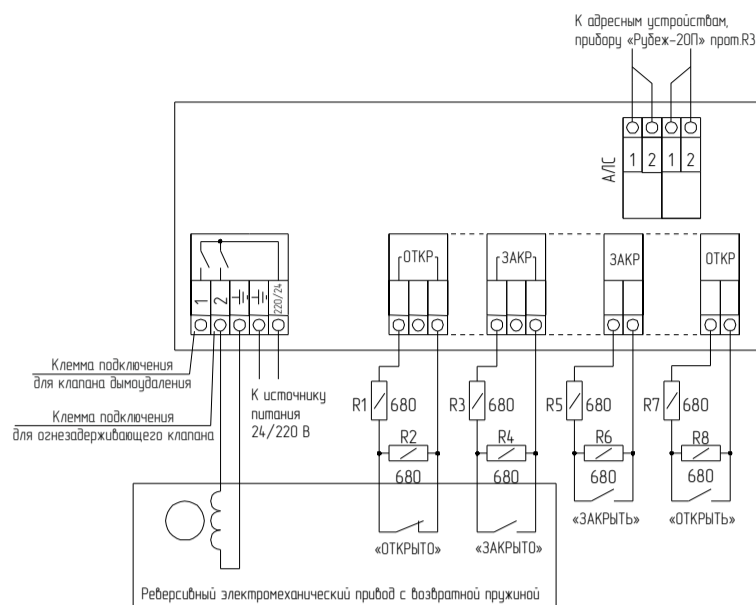

Рисунок 3 (заслонка клапана в положении «Открыто»)
• Привод с возвратной пружиной (Рисунок 3)